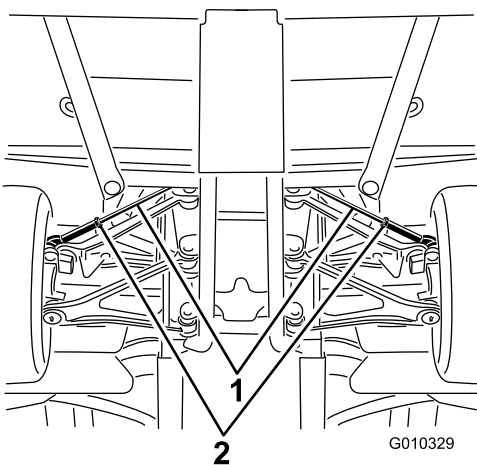

Рисунок 49
A. Ослабьте контргайку в середине тяги (Рисунок 49).